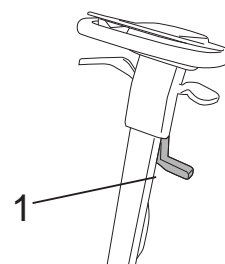

Fig.5
- Поднимите скребок при помощи рычага (рис. 5 - поз. 1).